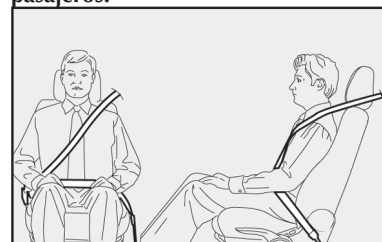

fig. 28
**El cinturón no debe estar retorcido. La parte superior debe pasar sobre el hombro y atravesar diagonalmente el tórax. La parte inferior debe estar adherida a las caderas y no al abdomen del pasajero, para que este no se deslice hacia adelante fig. 28. No utilice dispositivos (resortes, grampas, seguros, etc.) que impidan la adherencia de los cinturones al cuerpo de los pasajeros.**